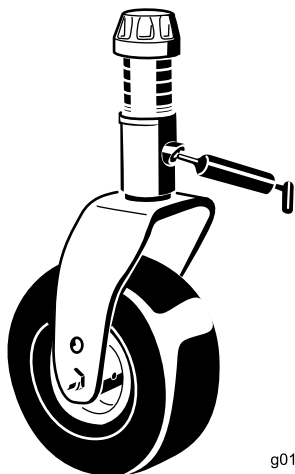

Figure 47
- Bague d'axe de fourche de roue pivotante (1) (Figure 47)
- Bagues de pivot de bras de poulie de tension (1) (sur le bras de poulie de tension)